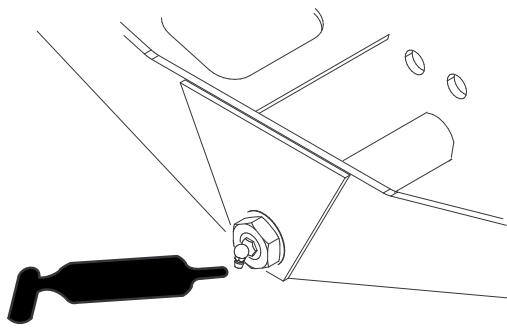

Bild 81
- Achsenlenkzapfen (1) (Bild 81)